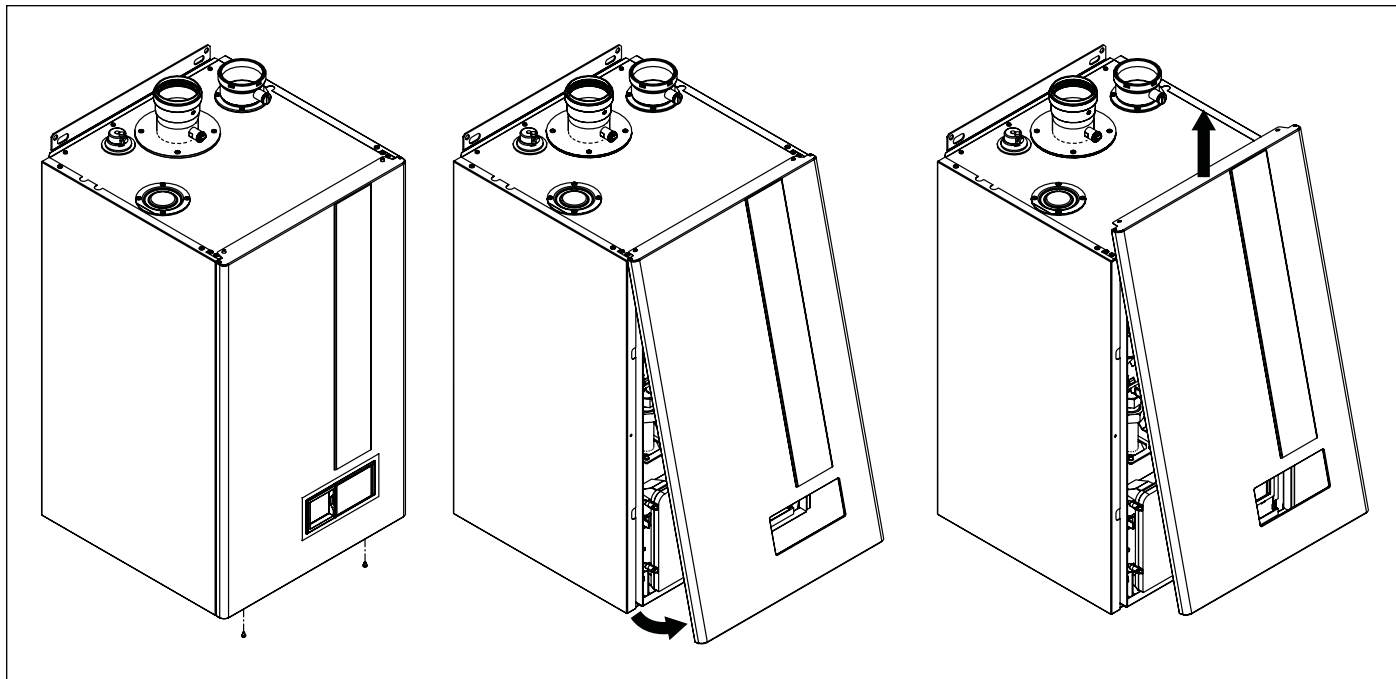

Fig. 26 Apertura mantello
- Togliere il mantello frontale della caldaia (vedi Fig. 26 Apertura mantello).